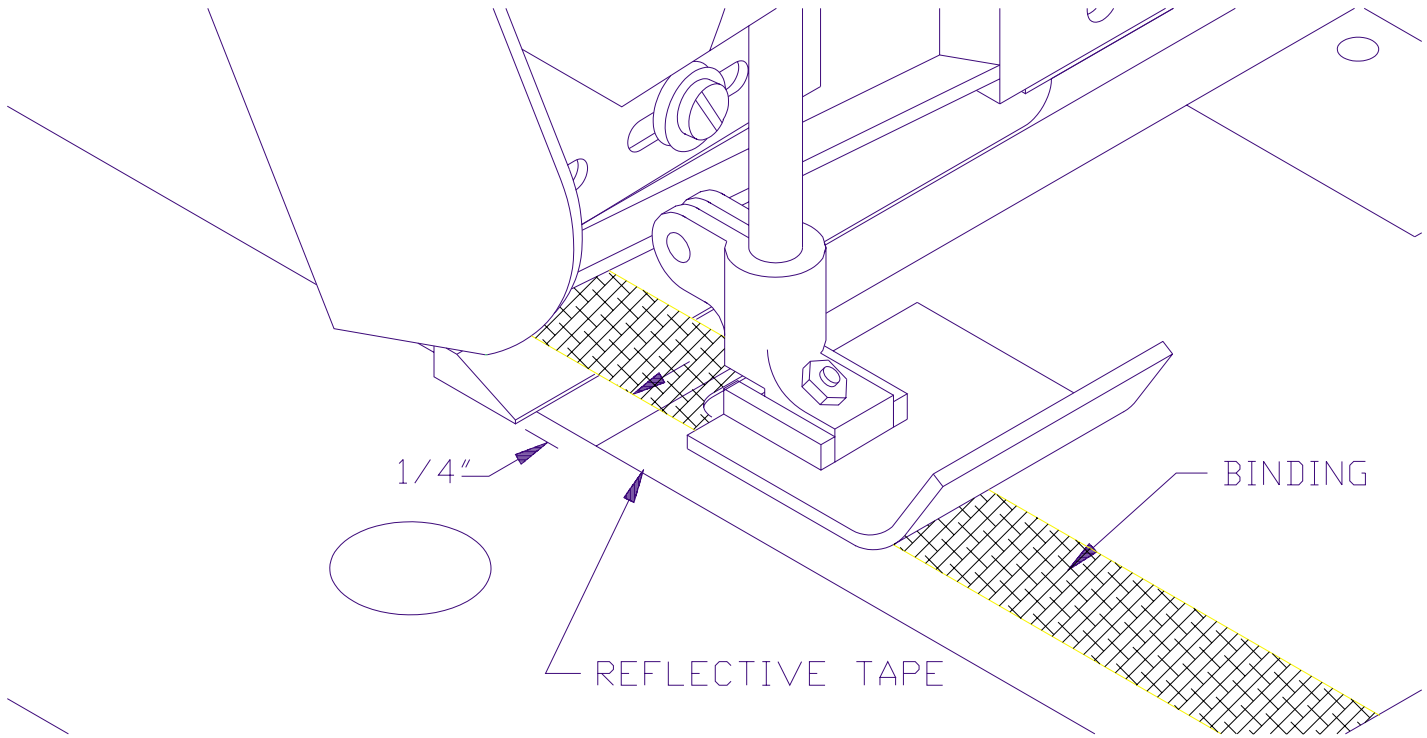
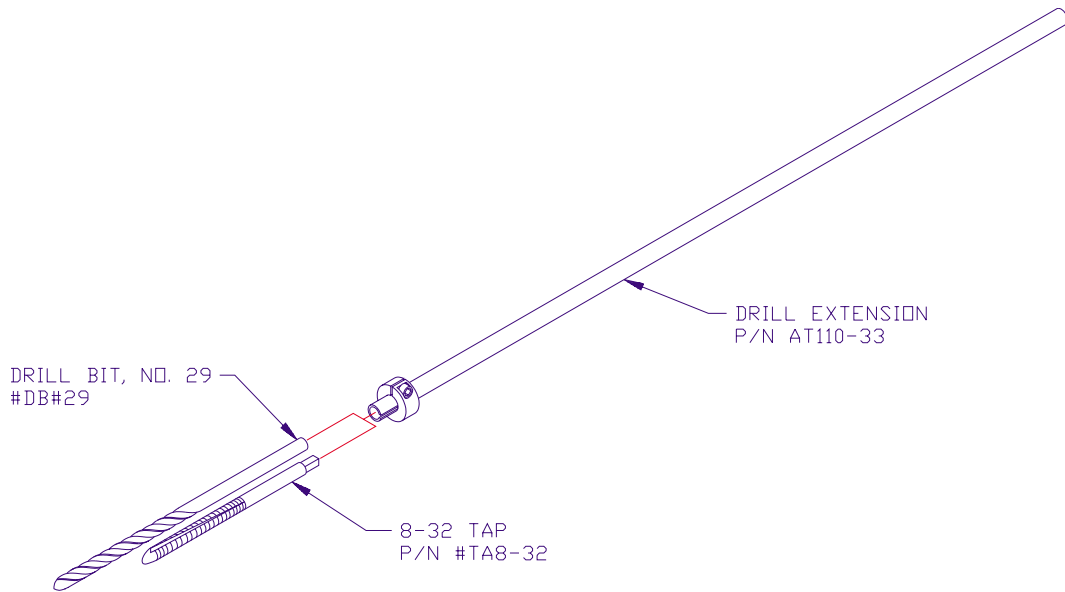

Fig. 1
Fig. 2
- A** Remove Cutter assembly from the shipping bag and position the Cutter assembly on the sewing machine bed as shown in Fig. 1. The Cutter assembly should be as close to the back of the presser foot as possible, with the Cutter extending 1/4" to the left of the binding path (when viewed from the operator position).
- B** Mark the **center** of the three (3) Slotted mounting holes on the sewing machine bed plate.
- E** Remove the drill from the drill extension and insert the 8-32 tap (supplied). Manually tap the three holes. (Fig. 2)
- A** Remove Cutter assembly from the shipping bag and position the Cutter assembly on the sewing machine bed as shown in Fig. 1. The Cutter assembly should be as close to the back of the presser foot as possible with Cutter extending 1/4" to left of the binding path (when viewed from the operator position).
- B** Mark the **center** of the three (3) slotted mounting holes on the machine bed plate.
- A** Saque la Cortadora de su bolsa y pongala sobre la cama de máquina como se muestra en la Fig. 1. El ensamblado de la Cortadora debe estar tan cerca de la parte de atrás del pie prensatelas como sea posible, con la Cortadora sobresaliendo 1/4" a la izquierda de la línea de trayectoria de la cinta. (cuando visto desde la posición del operario)
- B** Marque **el centro** de las tres (3) ranuras de montaje en la cama de la máquina de coser.
- E** Quite la broca de la extensión del taladro y pongale la broca de rosca 8-32 (incluida) Manualmente rosque los tres agujeros. (Fig. 2)
- A** Saque el ensamblado de la Cortadora de su bolsa y pongalo en la cama de máquina como se muestra en la Fig. 1. El ensamblado de la Cortadora debe estar tan cerca de la parte de atrás del pie prensatelas como sea posible con la Cortadora sobresaliendo 1/4" a la izquierda de la línea de trayectoria de la cinta (desde la posición del operario)
- B** Marque **el centro** de las tres (3) ranuras de montaje en la cama de la máquina.